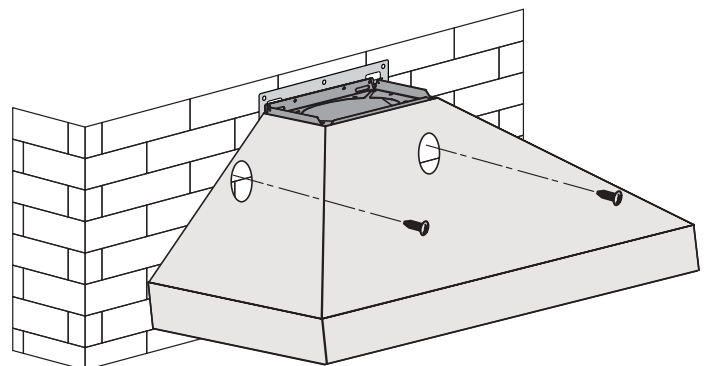

Figure 2
- **Étape optionnelle :** Pour assurer un soutien accru, percez deux trous supplémentaires vis-à-vis les trous prépercés de la hotte, puis installez la hotte au mur (voir figure 2).